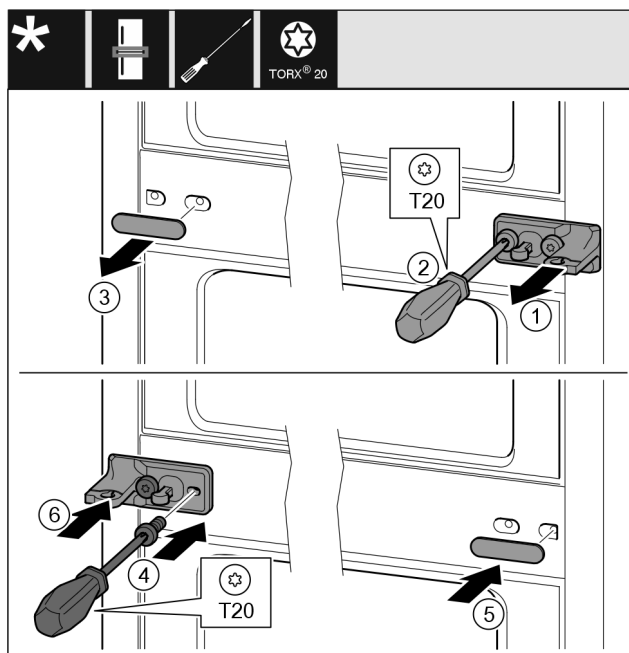

Fig. 11
- ▶ Stáhněte podložku. Fig. 11 (1)
- ▶ Šroubovákem T20 vyšroubujte šrouby. Fig. 11 (2)
- ▶ Opatrně stáhněte kryt. Fig. 11 (3)
- ▶ Stojan ložiska s fólií otočený o 180° pevně přišroubujte na druhé straně. Fig. 11 (4)
- ▶ Kryt otočený o 180° namontujte na druhé straně. Fig. 11 (5)
- ▶ Zepředu nasuňte podložku. Fig. 11 (6)